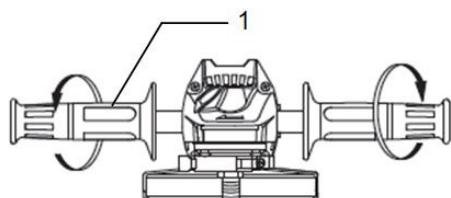

Рис. 3
**Внимание!** Перед работой всегда проверяйте надежность крепления боковой рукоятки (поз. 1, рис. 3).